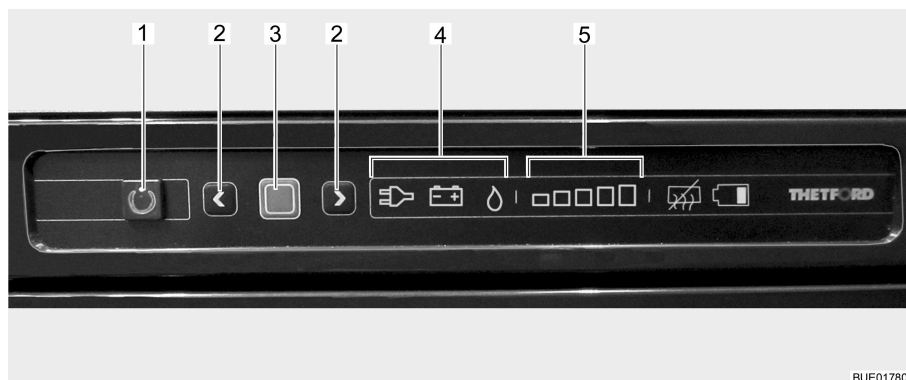

Fig. 76 Boutons de commande pour le réfrigérateur
Le mode de fonctionnement actuel est indiqué par un symbole éclairé (Fig. 76,4) sur l'unité de commande.
Lorsque le réfrigérateur est mis en marche, il choisit automatiquement la dernière température du thermostat sélectionnée. Ce réglage peut cependant être corrigé manuellement à l'aide des touches fléchées (Fig. 76,2). Les barres lumineuses de l'indicateur du degré de refroidissement (Fig. 76,5) indiquent le réglage sélectionné du thermostat. La température de réfrigération de tous les trois types d'énergie est réglée avec les touches fléchées. Il faudra attendre quelques heures jusqu'à ce que le réfrigérateur ait atteint sa température normale de réfrigération. Il garde toutefois son réglage de température lorsqu'on change d'un mode à un autre. La température de réfrigération est maintenue indépendamment du type d'énergie choisi.
- Appuyer sur la touche Marche/Arrêt (Fig. 76,1) pendant 1 seconde. La touche (Fig. 76,1) s'allume en vert. L'affichage devient plus sombre pour des raisons d'économie d'énergie au bout d'env. 10 secondes.
- Appuyer sur la touche de confirmation (Fig. 76,3) pendant env. 2 secondes. Les symboles des modes de fonctionnement (Fig. 76,4) clignotent.
- Pour changer de mode de fonctionnement, appuyer sur les touches fléchées (Fig. 76,2).
- Pour le régime au gaz, choisir le mode de fonctionnement avec les touches fléchées (Fig. 76,2). L'arrivée de gaz est ouverte. L'allumage s'effectue de manière automatique. Un tic-tac est distinctement perceptible jusqu'à ce que la procédure d'allumage soit effectuée avec succès.
- Appuyer sur la touche de confirmation (Fig. 76,3).
- Appuyer de nouveau sur la touche de confirmation (Fig. 76,3). Le degré actuel de refroidissement est indiqué par les barres lumineuses (Fig. 76,5).
- Pour changer le réglage, appuyer sur les touches fléchées (Fig. 76,2) jusqu'à ce que le réglage désiré soit affiché.
- Appuyer sur la touche Marche/Arrêt (Fig. 76,1) pendant env. 2 secondes. Toutes les lampes s'éteignent. Le réfrigérateur est coupé.